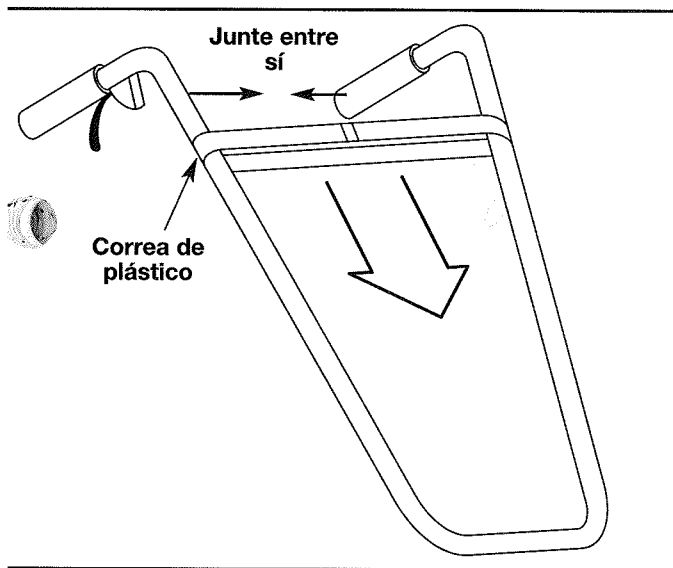

Fig. 1
2. Junte las barras del manubrio entre sí y deslice la correa de plástico hacia abajo y hacia afuera (Fig. 1).